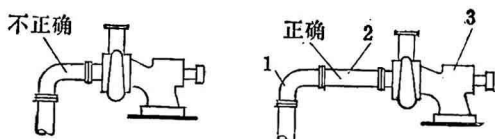

图 3—11 进水管安装示意图
- 4.安装管路时，在靠近进口处避免直接装弯头，要装一段约为进水管直径 2~3 倍的直管，如图 3—11 所示。